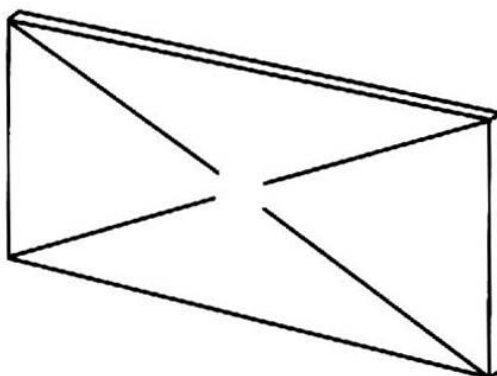

图 28 平板表面压痕的示意
⑨ 可以考虑采用波纹形板材以增加板材的刚度，或对板材表面进行压痕处理以增加板材的刚度，如图 28 所示。